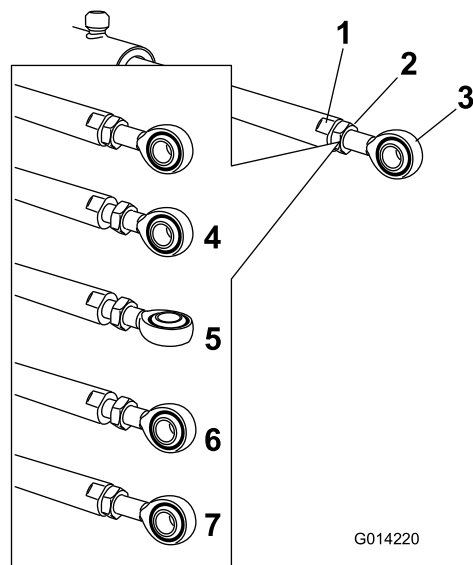

图 65
- 在提升器杆的平整侧用扳手进行固定然后松开锁紧螺母使孔眼杆可以调整图 65。
- 转动提升器杆上的孔眼杆将延伸的提升器缩短或延长至所需的位置图 65。